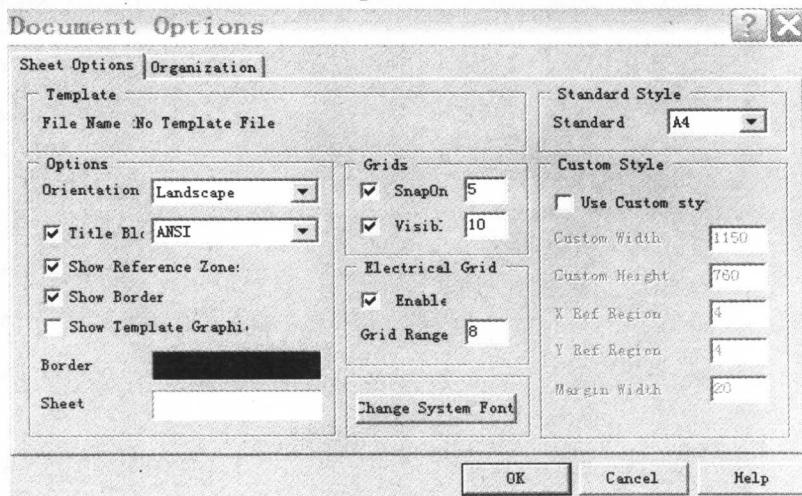

图 2-1 图纸样式设置对话框
(1) 在原理图设计环境中，执行菜单命令 Design\Options，或在绘图区域内单击鼠标右键，在弹出的快捷菜单中选择 Document Options，弹出图纸样式设置对话框，如图 2-1 所示。